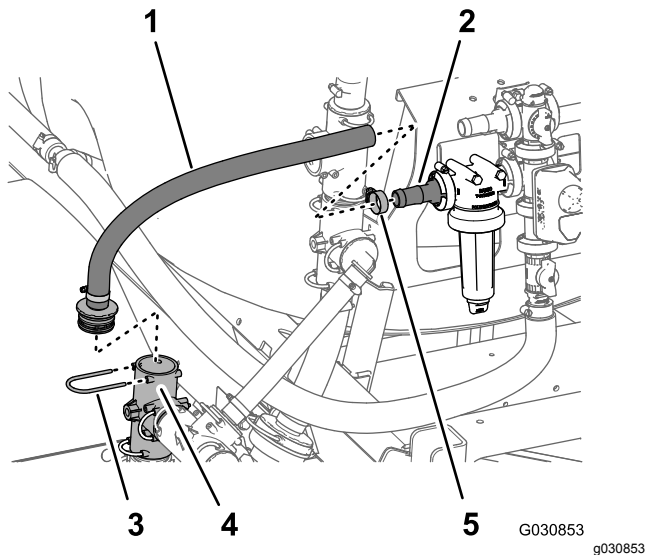

Figura 104
1. Monte el cubo del acoplamiento dentado recto al extremo de la manguera de suministro (1 x 23 $\frac{1}{8}$ ") en el acoplamiento en T del orificio de salida de la bomba del fumigador (Figura 104) con la horquilla de retención que retiró en el paso 3 de Retirada de la válvula de agitación, de la válvula de bola y de las mangueras (página 33).
2. Conecte la manguera de suministro (1 x 23 $\frac{1}{8}$ ") con el acoplamiento dentado recto en el acoplamiento dentado recto en el cabezal del filtro (Figura 104).